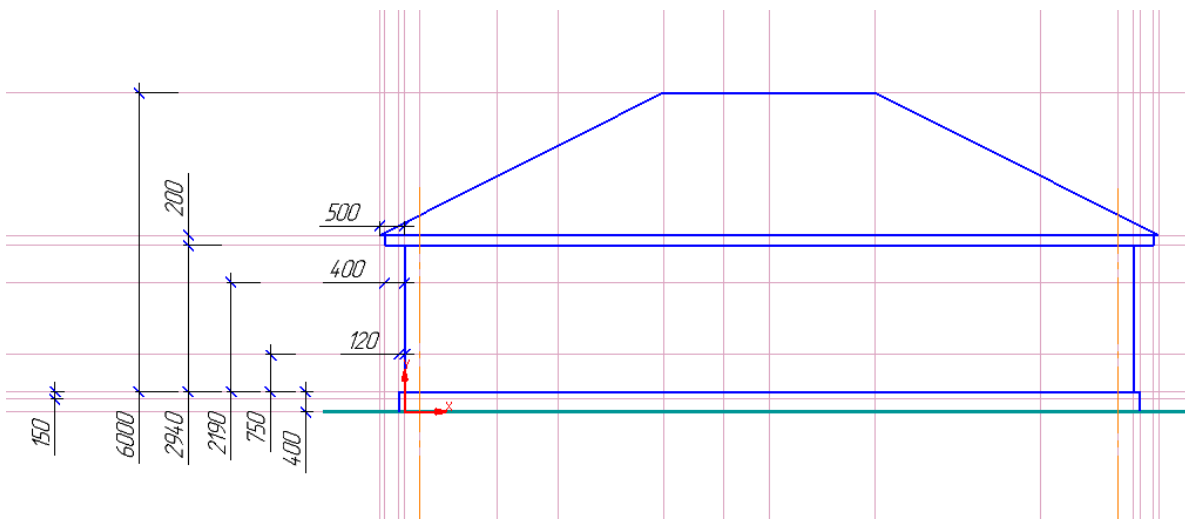

Рисунок 36- Контуры фасада
Переходим к контуру фасада (рисунок 36).
- Построить вылеты карниза – **400**, вылет крыши-**500** от контура стен (Рисунок 36).